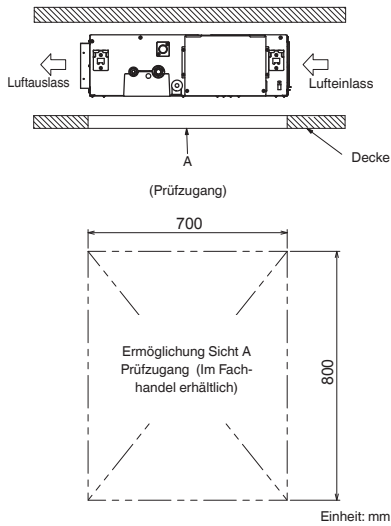

Abb. 3-56
- (1) Darauf achten, dass Einheit und Hängeanker korrekt aufeinander ausgerichtet sind. (Abb. 3-56)